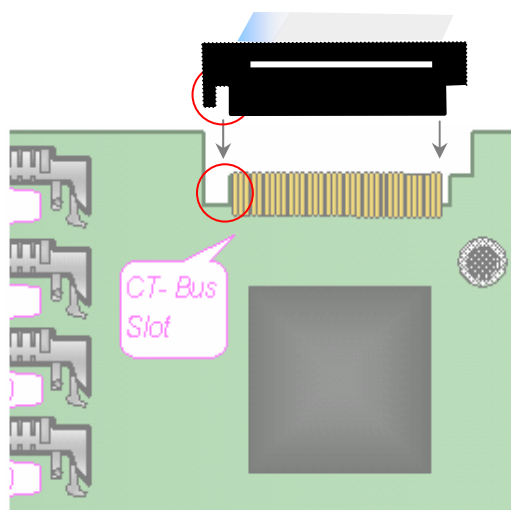

图 2-16 H.100 总线的接线方法
- ① 连接时需注意各插头按同一方向插入，不要扭转或插反，见图 2-16 所示。